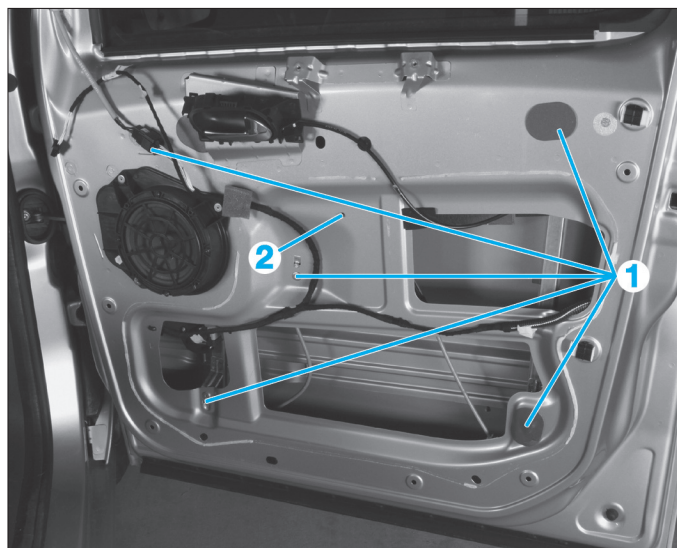

Fig. 63
- Percer les têtes de rivets à l'aide d'un foret de 6 mm (1) (Fig.63).
- Dégrafer (2) le mécanisme de lève vitre.